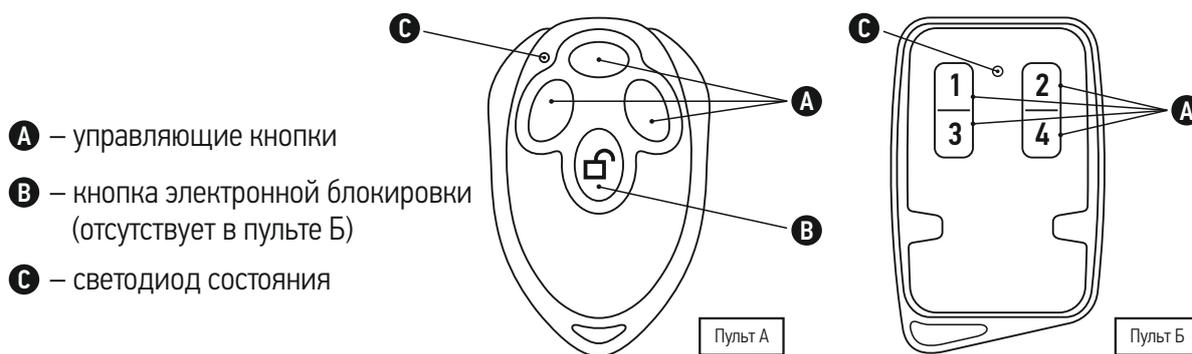

Рис. 6. Пульт радиуправления
Функция электронной блокировки предназначена для исключения открытия ворот при случайном нажатии на кнопки пульта. Если функция электронной блокировки включена, то для открытия ворот необходимо сначала кратковременно нажать кнопку «В» пульта (рис. 6), затем кнопку пульта, запрограммированную на управление приводом.
Управление приводом от одной кнопки пульта радиуправления АТ-4 (Рис. 6) осуществляется в режиме пошагового управления (соответствует последовательности действий ...Открыть - Стоп - Закрыть - Стоп...).
- ❶ Нажмите кнопку «CODE»
- ❷ После появления на индикаторе надписи «Su» нажмите на 1...2с выбранную вами кнопку на пульте радиуправления (одну из кнопок А, рис. 6)
- ❸ Повторно нажмите на 1...2с ту же кнопку на пульте радиуправления. На индикаторе кратковременно замигает надпись «Su», после чего блок управления перейдет в режим ожидания.